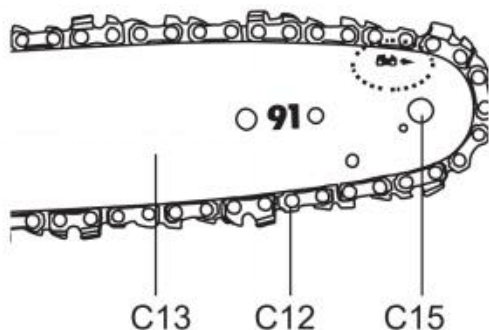

Fig. 11
7) Ruch łańcucha piły jest wskazany strzałką (Rys. 11).